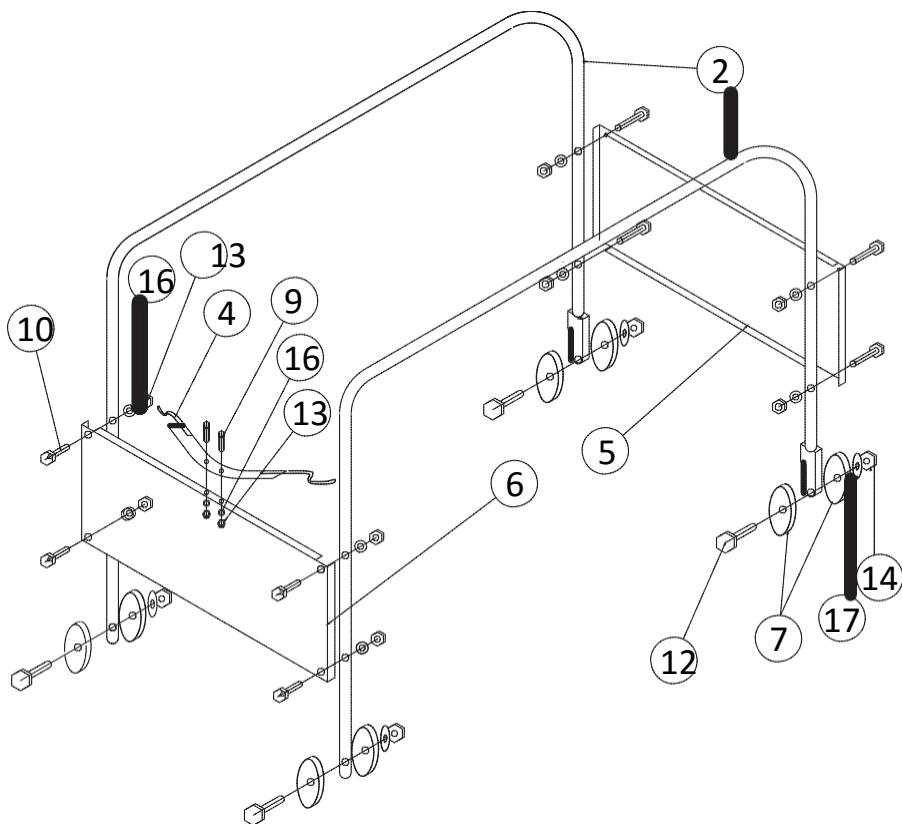

рисунок 1
5.2 Сборка тележки (рисунок 1):
- прикрепить пластины (5 и 6) к опорам подвижным (2):
- с отверстиями (6) – со стороны длинных ножек;
- без отверстий (5) – со стороны ножек с кронштейном колеса
- прикрепить к пластине с отверстиями фиксатор пружинный (4)
- прикрепить к опорам подвижным (2) колеса (7)